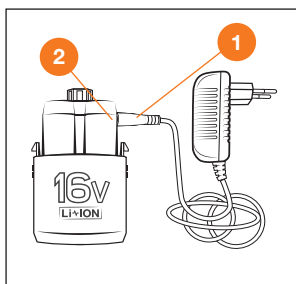
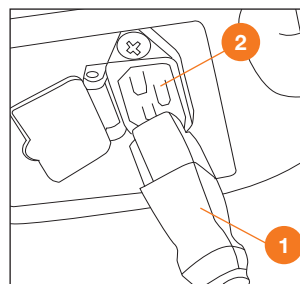

Рис. 12
Рис. 13
2. Для зарядки **DSA 6Li / DSA 9Li / DSA 12Li SET** вставьте штекер ❶ зарядного устройства в разъем аккумуляторной батареи ❷ (Рис. 12). Для зарядки **FA 16Li / FA 20Li** вставьте шнур сетевого адаптера ❶ в разъем для зарядного устройства ❷ в корпусе опрыскивателя (Рис. 13). Индикатор на зарядном устройстве загорится красным цветом, и начнется процесс зарядки. Для полной зарядки аккумулятора может потребоваться до 8 часов.